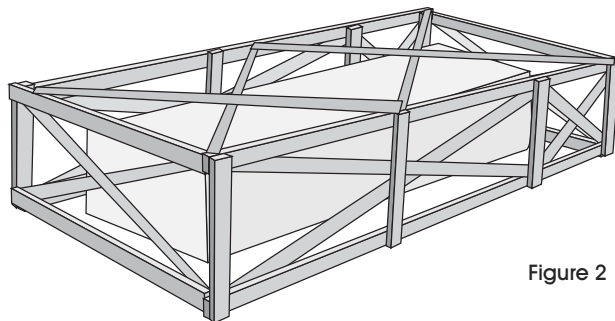

Figure 2
1. Le distributeur de film étirable automatique est livré avec une caisse similaire à celle illustrée à droite. Veuillez enlever l'emballage de protection et préparer l'appareil à se dresser. (Voir Figure 2)